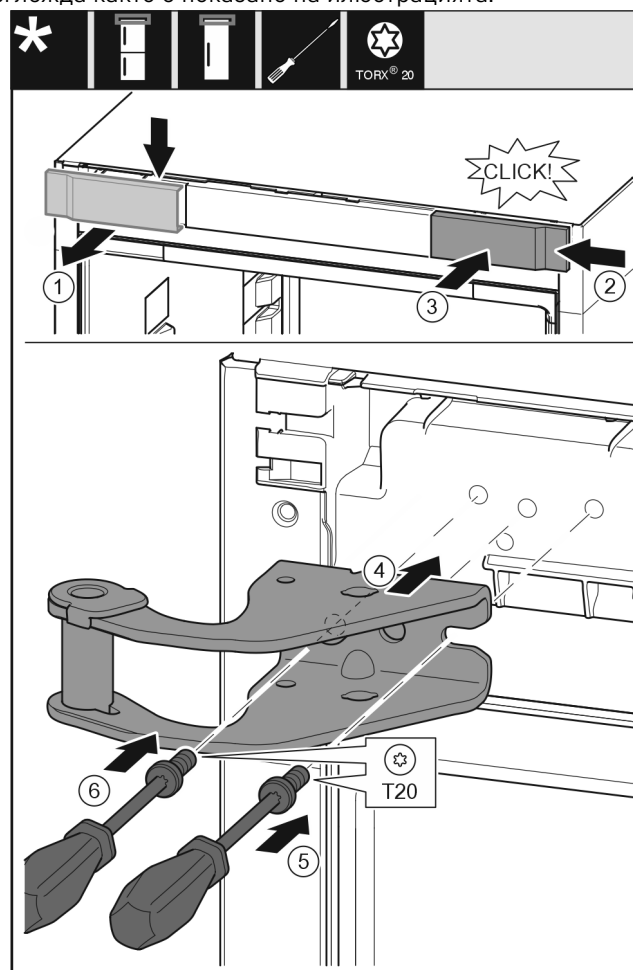

Fig. 31
- ▶ Свалете капака от горе напред. Fig. 31 (1)
- ▶ Закачете капака, завъртан на 180°, от другата страна отдясно. Fig. 31 (2)
- ▶ Фиксирайте капака. Fig. 31 (3)
- ▶ Поставете горната лагерна стойка. Fig. 31 (4)
- ▶ С отвертка T20 поставете винта и го затегнете. Fig. 31 (5)
- ▶ С отвертка T20 вкарайте винта и го затегнете. Fig. 31 (6)